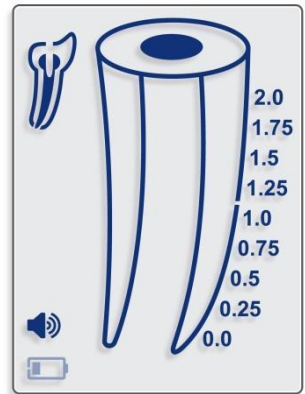

Fig. 2
7.2.2 Quando o nível da pilha estiver baixo, o indicador de pilha fraca aparecerá na tela (Fig. 2). O RomiApex™ A-15 continuará a funcionar normalmente mesmo com a pilha fraca, mas a pilha deve ser substituída antes de perder toda a sua potência.